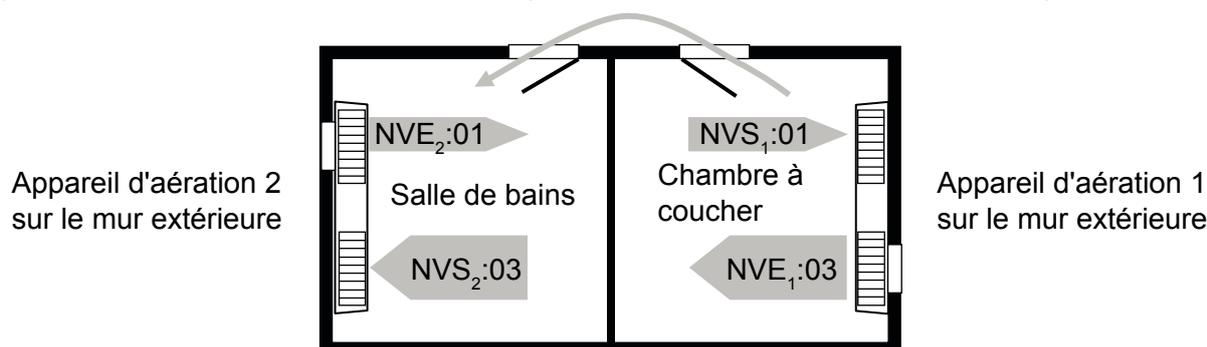

Fig. 16: Ventilation transversale avec deux appareils
Le niveau de ventilation Air repris (NVS) et le niveau de ventilation Air fourni (NVE) peuvent être réglés, contrairement à tous les autres programmes, de manière différente (voir Fig. 16).
- La somme des quantités d'air amenées  $NVE_1 + NVE_2$  ( $03 + 01 = 04$ ) doit impérativement correspondre à la somme des quantités d'air évacuées  $NVS_1 + NVS_2$  ( $01 + 03 = 04$ ) (voir Fig. 16).
- ▶ Générez un flux d'air (voir Fig. 16) qui circule d'une pièce renfermant de l'air non pollué (par ex. la chambre à coucher) dans une pièce contenant de l'air pollué (par ex. la salle de bains).
Grâce aux différents réglages des niveaux de ventilation de l'air repris et de l'air fourni sur les deux appareils d'aération, vous pouvez déterminer la direction du flux d'air (voir aussi Fig. 16, page 32). Le flux d'air doit circuler de l'appareil d'aération 1 (départ du flux d'air) vers l'appareil d'aération 2 (destination du flux d'air).